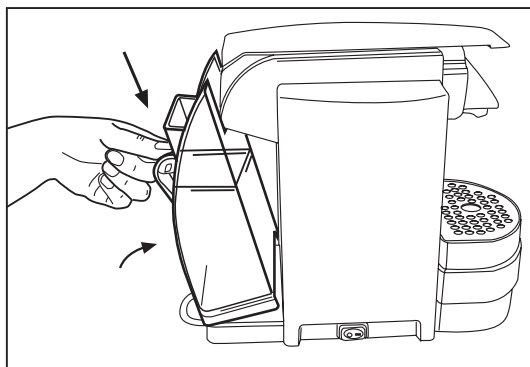

Fig. 3
- Reinserire il serbatoio inclinandolo leggermente e appoggiandolo sulla valvola dell'acqua. Premere la parte superiore nella macchina fino a sentire uno scatto. Onde evitare fuoriuscite d'acqua, controllare che il serbatoio sia fissato. **(Fig.3)**